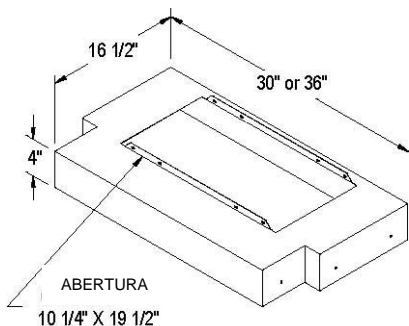

Figura 2
2. El revestimiento metálico en forma de T, Figura 2